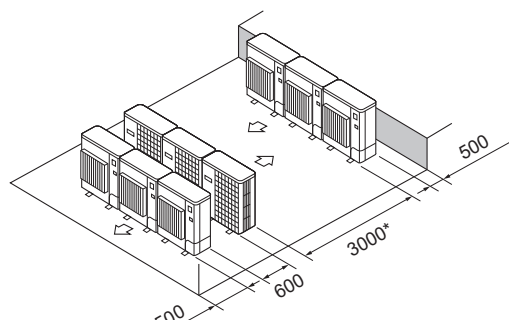

Fig. 2-18
- (6) Disposición en paralelo de varias unidades (Fig. 2-18)